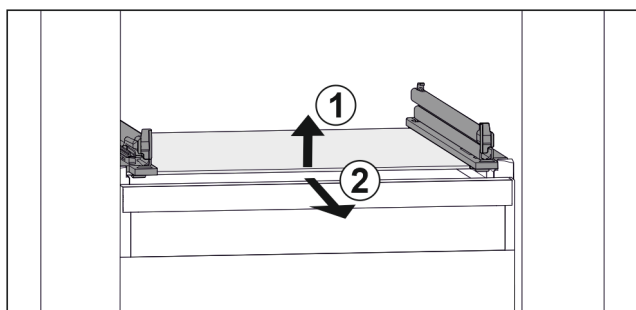

Fig. 106 Reprezentare exemplificativă a plăcii de sticlă
- ▶ Ridicați placa de sticlă din față. Fig. 106 (1)
- ▶ Extrageți placa de sticlă spre înainte. Fig. 106 (2)